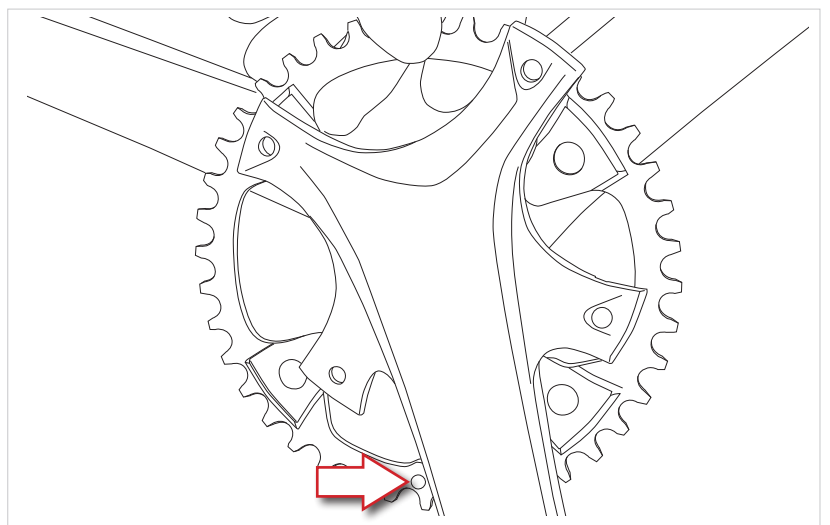

Fig.6
- **PER EKAR:** posizionate il nuovo ingranaggio sul supporto della guarnitura facendo coincidere il piolino presente sull'ingranaggio con la pedivella (Fig.6).